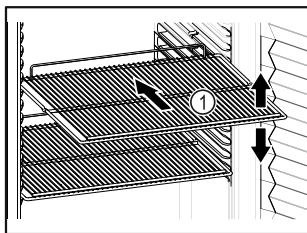

Fig. 58
- Lorsque les grilles de support Fig. 58 (1) peuvent être déplacées, changez leur position en fonction de la hauteur des aliments.